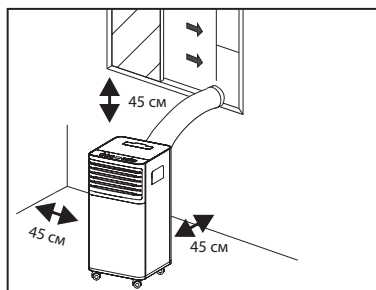

Рис. 12
4. Для эффективной работы прибора соблюдайте свободное расстояние 45 см от стенок прибора (см. рис. 12);